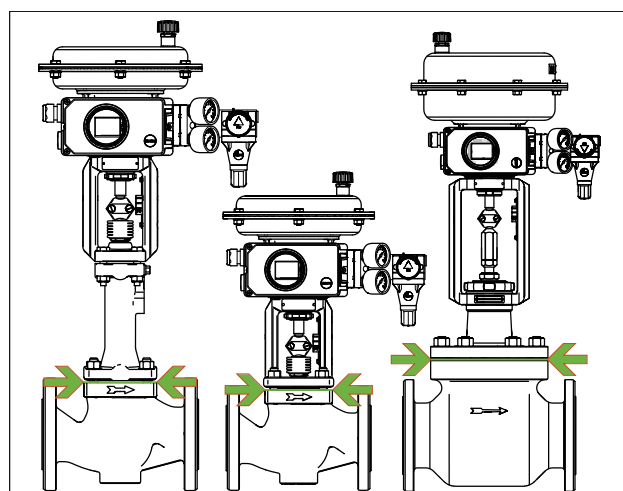

Fig. 19: Isoleringsgräns för reglerventiler (exempel visas)
- ⇒ Isolera endast reglerventiler upp till huvflänsen på ventilhuset (se Fig. 19). Detta gäller även för versioner med bälgtätning eller isolerande del vid medeltemperaturer under 32 °F (0 °C) eller över 428 °F (220 °C). Om den isolerande sektionen är isolerad, fungerar den inte korrekt.